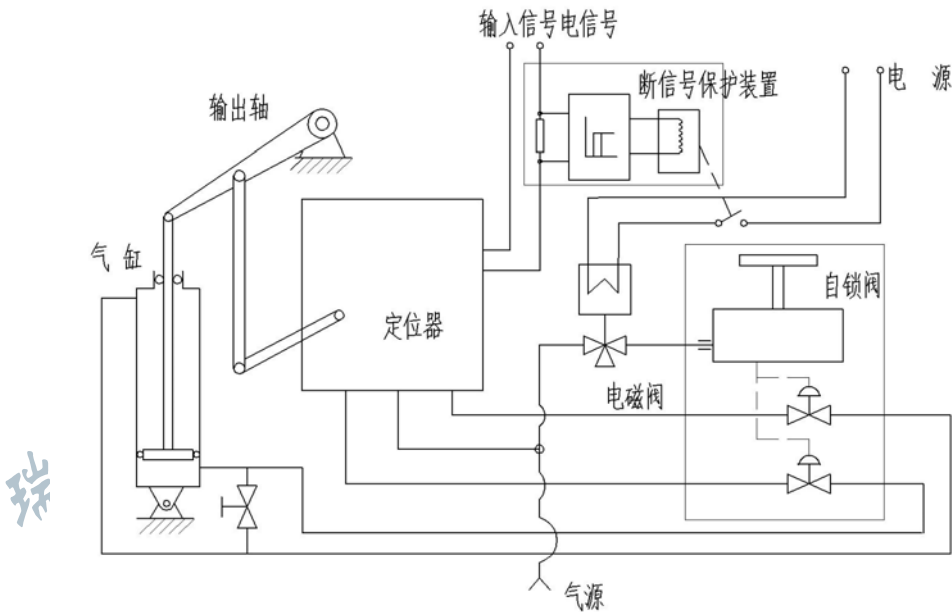

图 7 三断自锁装置原理图
d)、断电信号保护原理:在断电、断气源基础上增加断信号保护电路就实现断电信号自锁。其工作原理如图 7 所示: